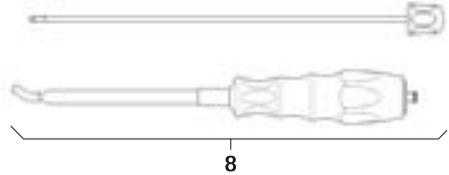

Fig. 3
- Desmontar el instrumento de inserción de varilla 8, ver Fig. 3: Desenroscar la parte interior.